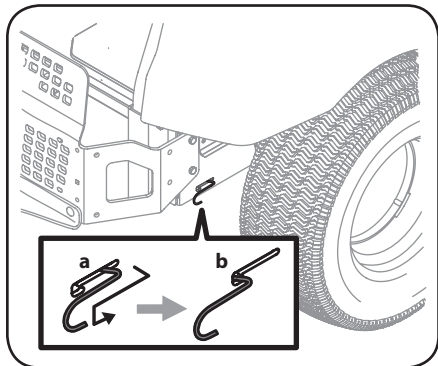

Figure 2-1
1. Pour déplacer l'appareil manuellement sans le démarrer, engagez les tiges de dérivation des transmissions qui se trouvent à l'arrière, de chaque côté de la tondeuse. Les tiges de dérivation des transmissions sont placées à l'arrière de l'appareil, près du côté intérieur de chaque pneu arrière. Placez les barres de conduite à la position neutre (vers l'intérieur) afin d'engager le frein de stationnement. Pour engager les tiges de dérivation, tirez sur chaque tige (a) et accrochez la tige dans le trou (b) pour la fixer. Voir Figure 2-1.
2. Après avoir déplacé l'appareil, effectuez les étapes (a) et (b) dans l'ordre inverse pour désengager les deux tiges de dérivation. Voir Figure 2-1.